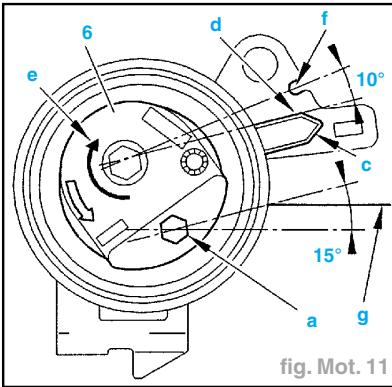

fig. Mot. 11
- Positionner l'index "c" en position "d" (fig. Mot. 11).
Impératif : Vérifier la position de l'index "c", il doit être en regard de l'encoche "f". Si la position de l'index "c" n'est pas correcte, reprendre les opérations de tension de la courroie de distribution (fig. Mot. 11).